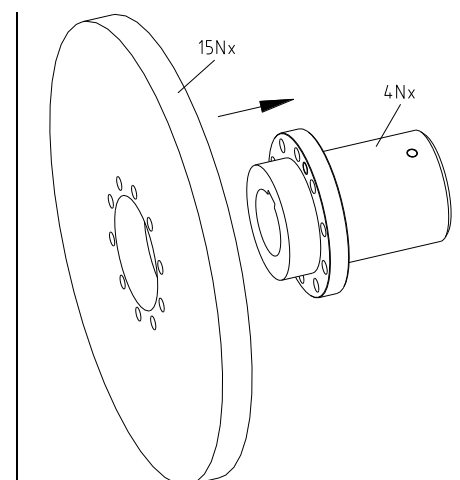

Bild 5
- Montera bromsskivan (komponent 15Nx) mot centreringen på kopplingsflänsen (komponent 4Nx) (se bild 5).